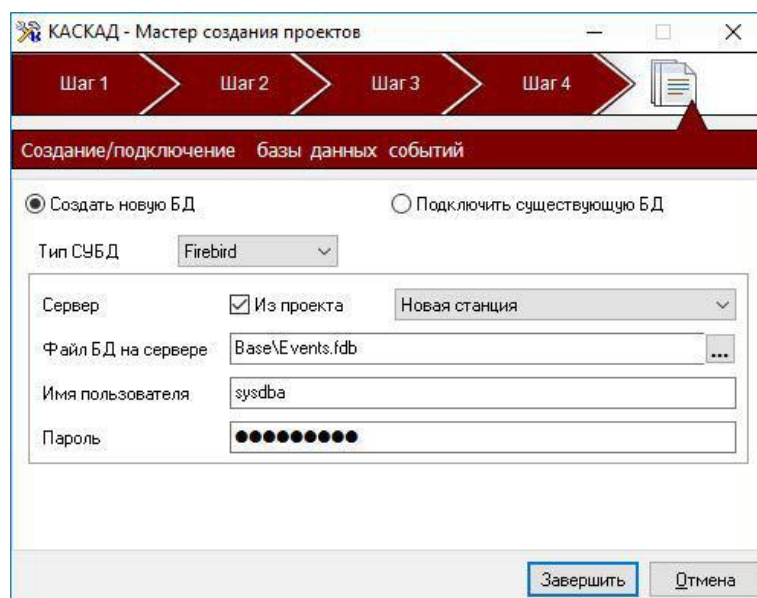

Рис. 1.6. Пятый шаг создания проекта
5. Заключительный этап при создании проекта — **создание базы данных событий** (рис. 1.6).